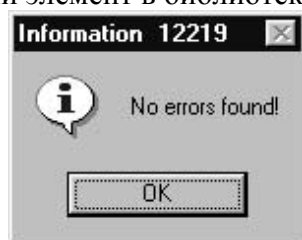

Рис.4.4.6
• Выполнить команды **Component/Validate**. В результате будет произведена проверка упаковочной информации на наличие ошибок (рис.4.4.6). Имеющиеся ошибки исправить.